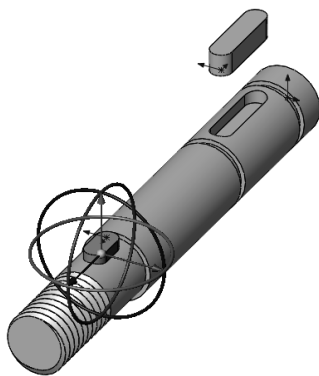
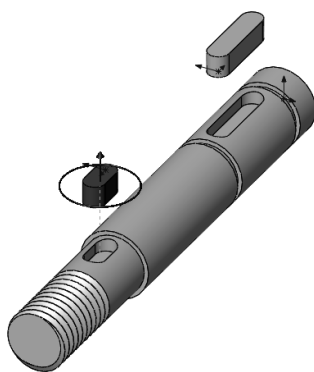

图 7-89 旋转及平移控标将出现图形区域中
图 7-90 拖动平移或旋转控标以移动选定
- [5] 选取“平键 2”零件，在操控板中，“平键 2”零件出现在“爆炸步骤”的零部件中，旋转及平移控标将出现图形区域中，如图 7-89 所示。拖动平移或旋转控标以移动选定“平键 2”零件，如图 7-90 所示。